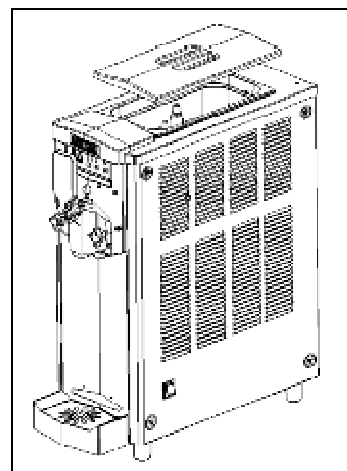

Fig. 36
- Riposizionare il coperchio sulla vasca, inserire la spina ed attivare l'interruttore generale A (fig.36).